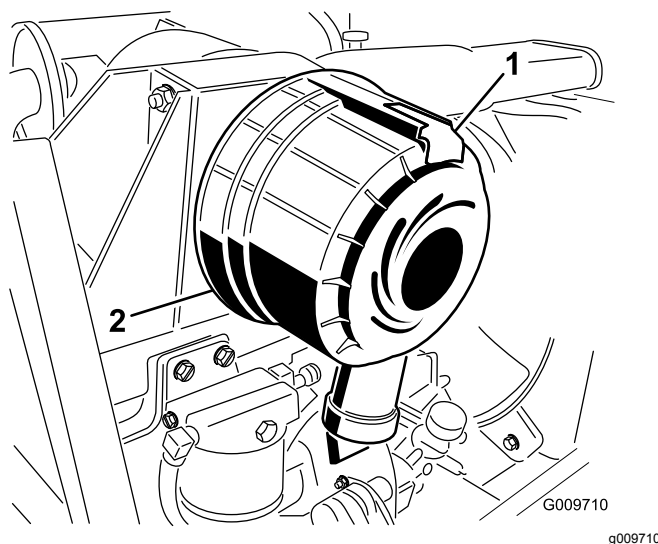

Рисунок 33
1. Оттяните защелку наружу и поверните крышку воздухоочистителя против часовой стрелки (Рисунок 33).